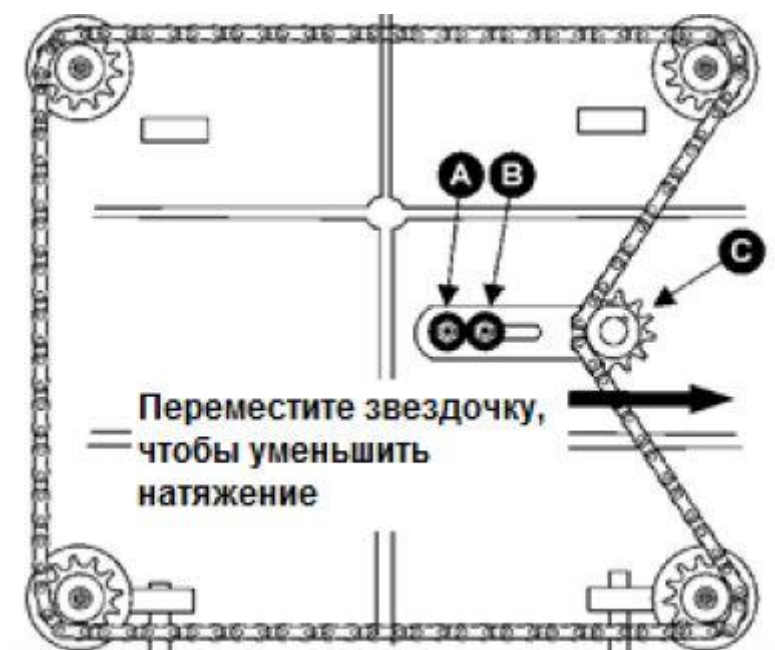

Рис. 23 Регулировка параллельности рабочего стола к фрезерной головке
2. Наклоните станок на бок, чтобы открыть доступ к нижней стороне основания, как показано на Рис. 23.
3. Снимите болт (А) и ослабьте болт (В), Рис. 23, что позволит переместить направляющий узел (С) достаточно далеко для ослабления натяжения цепи, как показано на Рис. 23.
6. Когда все регулировки выставлены правильно, поместите цепь обратно на угловые звездочки, переместите звездочку (С, см. Рис. 23) обратно, чтобы натянуть цепь, затяните болт (В, см. Рис. 23), а также вкрутите и затяните болт (А, см. Рис. 23).